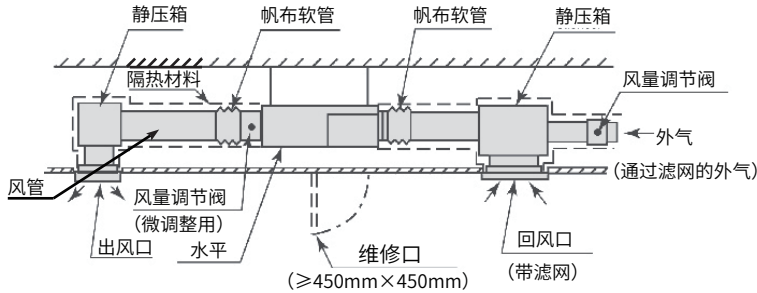

图8 风管的连接
风管通过帆布软管与室内机连接，可以有效地隔离噪音和震动。室内机配有带孔法兰，可用螺钉 ② 与风管连接。(如图8)